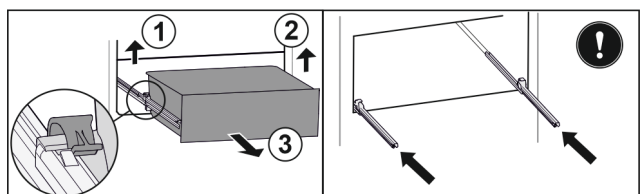

Fig. 144
- ▶ Приподнимите левый зажим и одновременно вытяните движением вперед выдвижной ящик слева. Fig. 144 (1)
- ▶ Приподнимите правый зажим и одновременно вытяните движением вперед выдвижной ящик справа. Fig. 144 (2)
- ▶ Извлеките выдвижной ящик движением вперед. Fig. 144 (3)